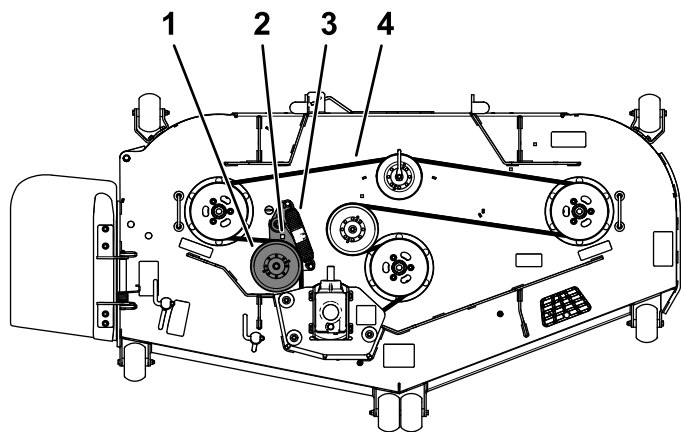

Figura 59
5. Utilice una llave de carraca en el orificio cuadrado del brazo tensor para aliviar la tensión del muelle tensor (Figura 59).
7. Pase la correa nueva alrededor de las poleas de la segadora (Figura 59).
- Asegúrese de que los extremos del muelle están asentados en las ranuras de anclaje, y usando una llave de carraca en el orificio cuadrado, instale la correa alrededor de la polea tensora (Figura 59).